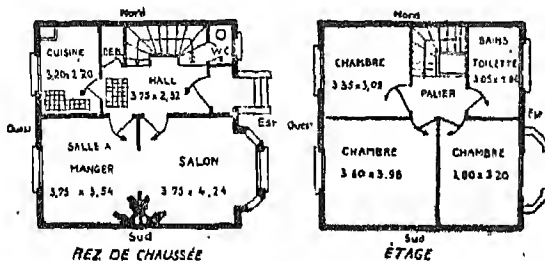

Fig. 3. — Plans de la maison (fig. 2). * Une construction très confortable, avec de fort grandes pièces et traitée dans le style d'une Société
3. Étudiez la figure 3 : elle vous apprendra les noms des principales pièces d'une charpente en bois.
Fig. 2. — Maison moderne, à la campagne. L'air circule librement tout autour. Comment est-elle exposée (consultez les plans du rez-de-chaussée et de l'étage, fig. 3).